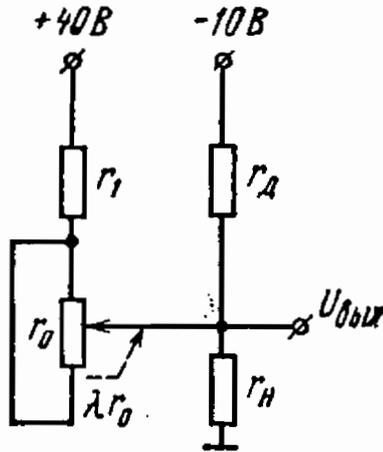

Рис. 1.45
1.45. Определить выходное напряжение линейного потенциометра (рис. 1.45) при $\lambda = 0,5$, если $r_1 = 3$ кОм, $r_0 = r_n = 4$ кОм, $r_d = 2$ кОм.